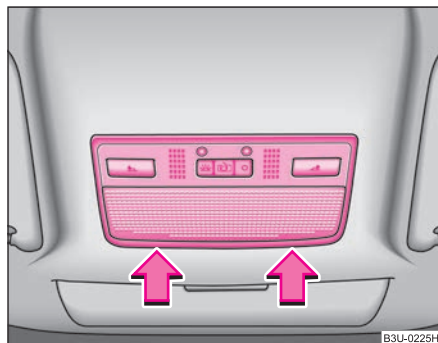

Fig. 206 Luz interior delantera en vehículos sin techo corredizo/elevable eléctrico
- Introduzca un destornillador pequeño en la ranura junto a la lámpara → **fig. 206**.